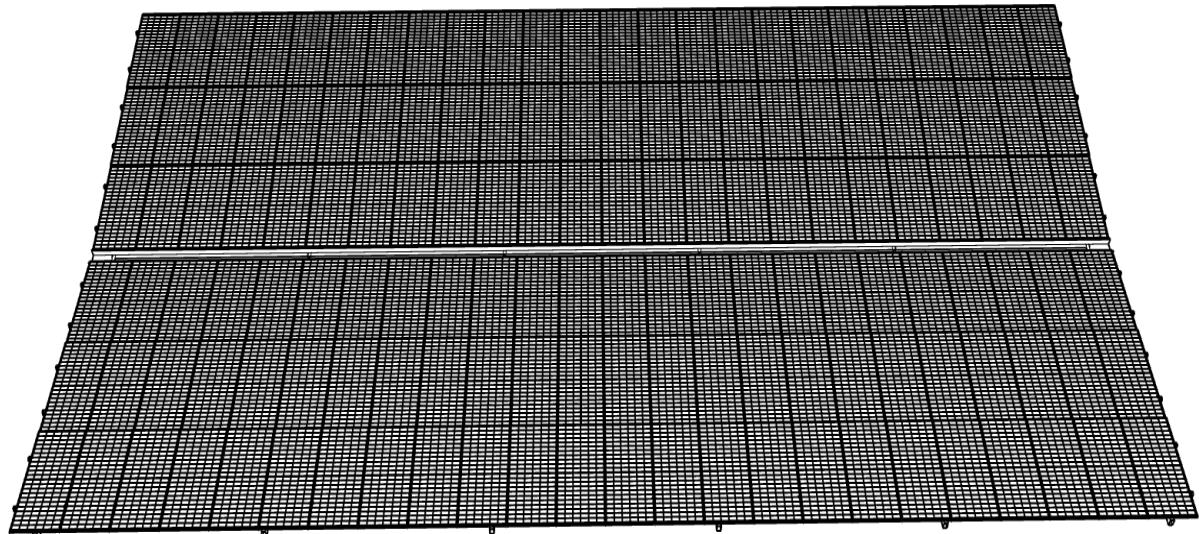

FIGURE 27
⑯ Le résultat final est le suivant. (Figure 27).